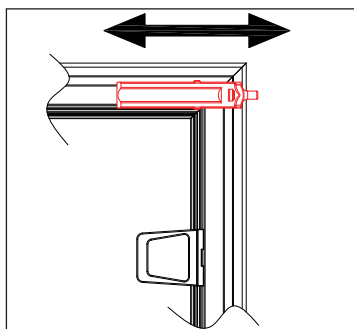

Bild 1
- 2.2 Die Einhängeklip werden, wie im Bild 1 beschrieben, falls notwendig eingestellt (Montagetoleranz der Führungsschienen). Die Position der Einhängeklip an der IGI-Rahmenlängskante kann max. 2 mm je Seite verschoben werden. Bild 2 zeigt den Rahmen im eingebauten Zustand.